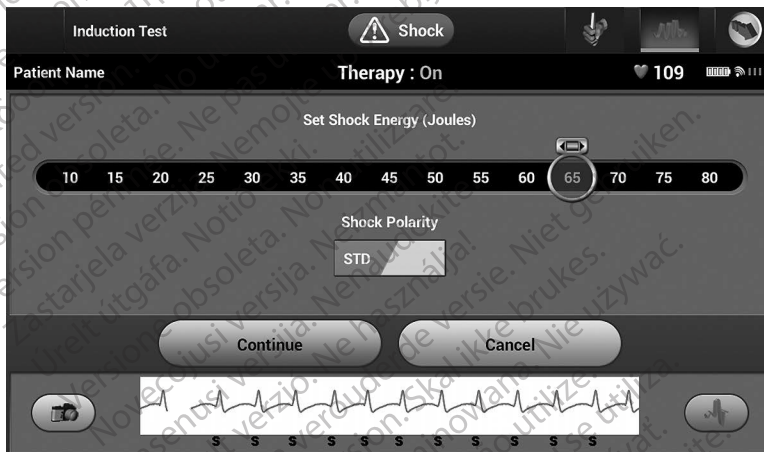

Figura 15: Setarea energiei primului șoc pentru testarea defibrilării
2. Selectați butonul Shock Test pentru a configura testul de inducție (Figura 15).